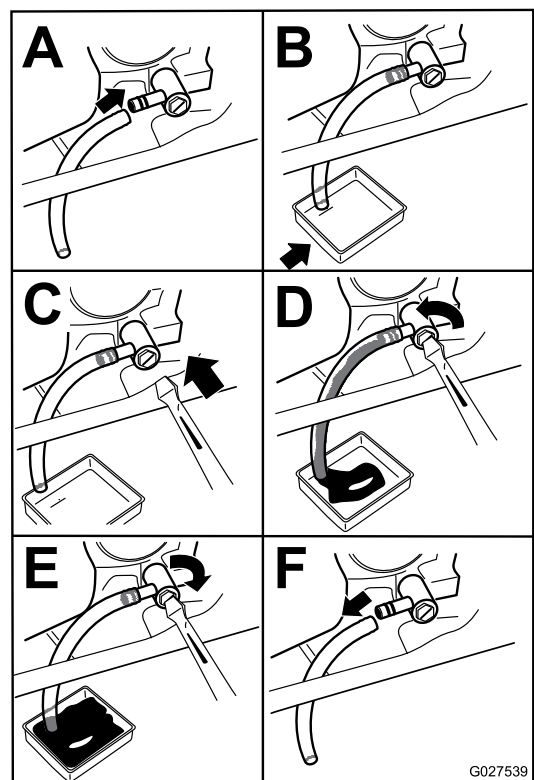

Figura 32
4. Drene el aceite del motor (Figura 32).